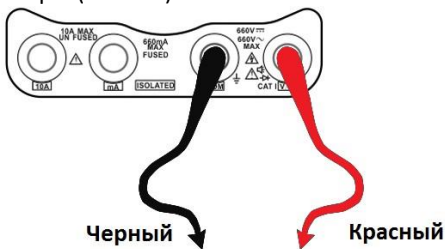

Рис.41
1. Подключить черный щуп к разъему “COM”, а красный щуп к разъему “V/Ω” CCTV-тестера (Рис. 41).